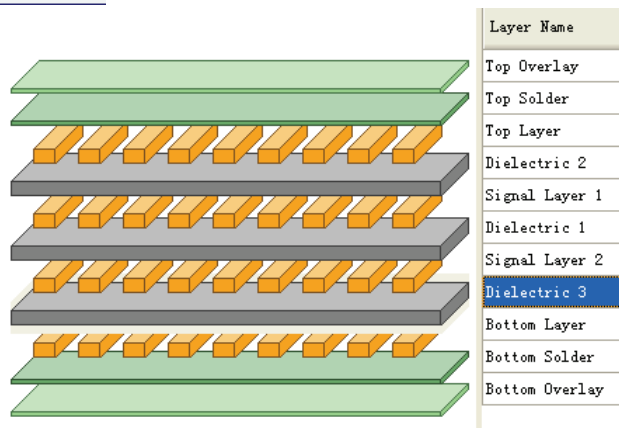

图 9-41 四层电路板图
- (2) 选中顶层或底层，单击 **Add Layer** 按钮，电路板即增加一层；
- (3) 再单击 **Add Dielectric** 按钮一次，电路板又增加一绝缘层；
- (4) 选中顶层或底层，单击 **Add Layer** 按钮，电路板即增加一层；
- (5) 再单击 **Add Dielectric** 按钮一次，电路板又增加一绝缘层，如图 9-41 所示。